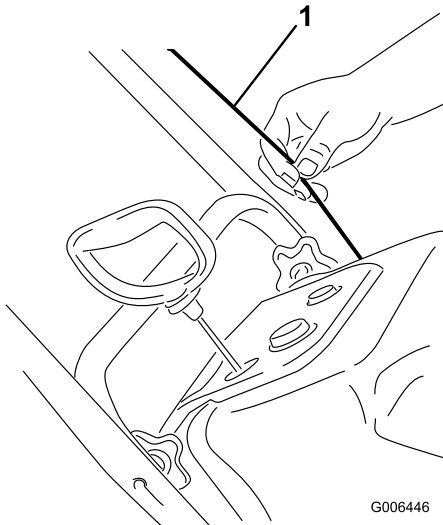

Figure 6
**Important:** Veillez à ne pas pincer ni plier le câble de commande (Figure 6).